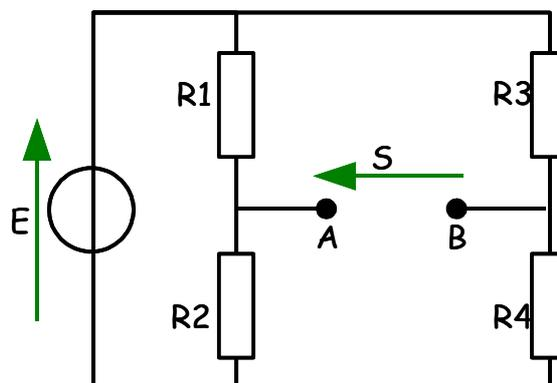

Figure 7.9 : Mise en pont de la résistance  $R_1$
3. La résistance  $R_1$  est maintenant mise dans un Pont de Wheatstone (Voir Figure 7.9). Les résistances  $R_2$  et  $R_4$  sont égales et valent  $10 \text{ K}\Omega$ .